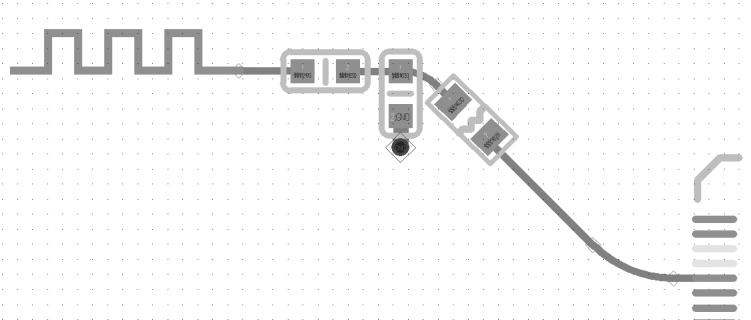

图 6-20 圆弧走线
- (2) 通过筛选条件，选中需要转换为圆弧的拐角。
- (3) 单击鼠标右键，添加倒角，就能得到一个拐角处的弧线处理，如图 6-20 所示。